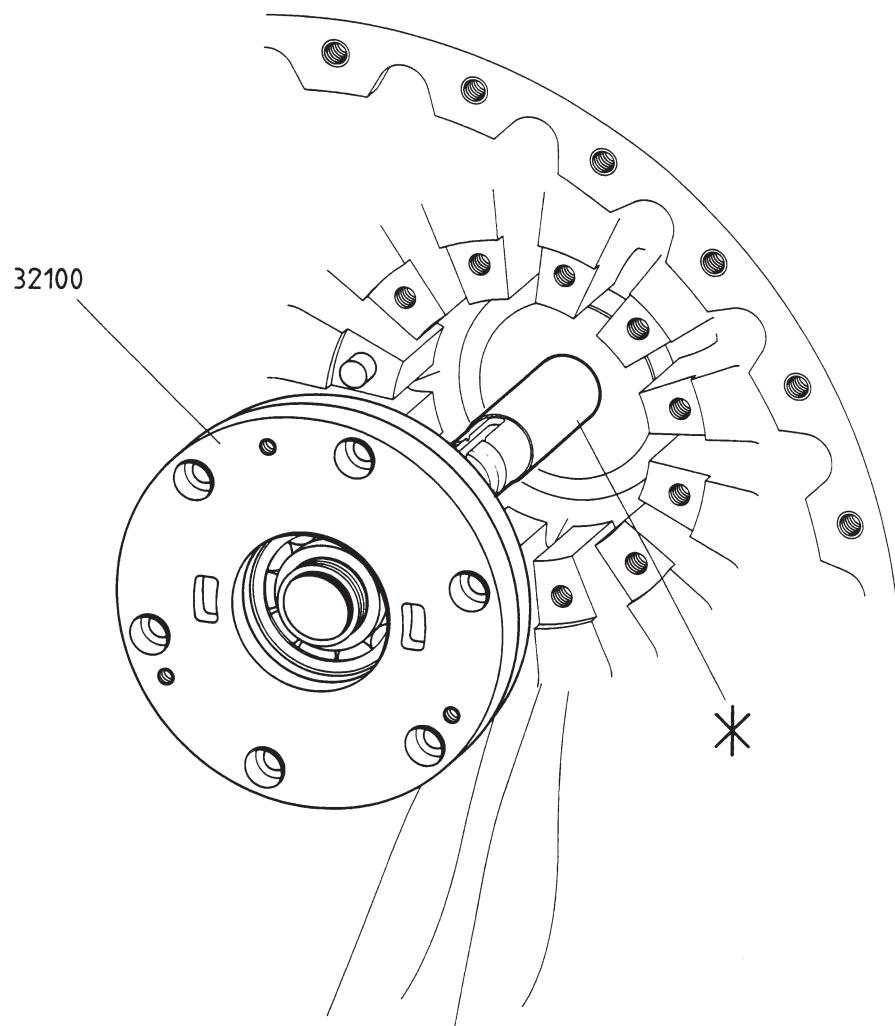

Fig. 5-9
Lager (32100) nur als gesamte Einheit auswechseln (s. Fig. 5-9).
- gegen Festfressen mit MOLYKOTE D oder DX (weiss) einreiben (s. Fig. 5-9\*)
Replace the bearing (32100) only as a complete unit (see fig. 5-9).
- coated with MOLYKOTE D or DX (white) to prevent seizing (see fig. 5-9\*)